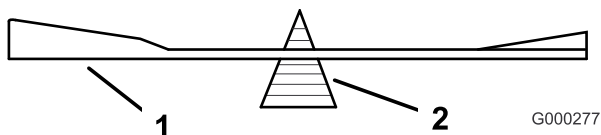

Figura 80
2. Verifique o equilíbrio da lâmina colocando-a num equilibrador de lâminas (Figura 80). Se a lâmina ficar na horizontal é porque está equilibrada e pode ser utilizada. Se a lâmina não estiver equilibrada, lime algum metal da extremidade da aba apenas (Figura 78). Repita este procedimento até a lâmina estar equilibrada.